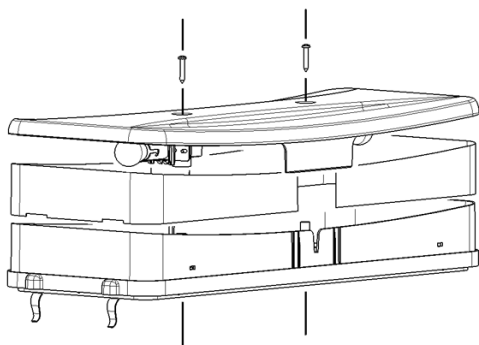

figura 10
- 1** Substitución de las lámparas de la tapa luminosa (ver figura 10):